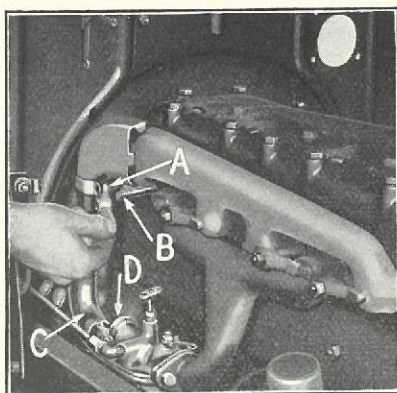

Fig. 91
- (a) Indsæt Enden af Forgreningsrøret i Varmlufttrøret (Fig. 91-A).